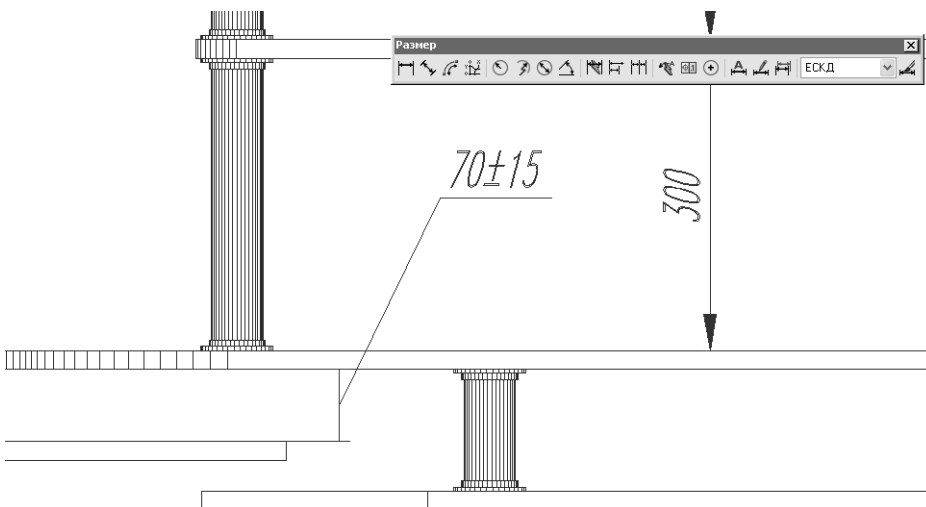

Рис. 11.35 ▼ Размер, указанный с предельными отклонениями
13. Нажмите **Enter** для завершения команды **Диалред** (DDEDIT). Теперь высота размещения клавиатуры указана с величиной предельного отклонения 15 мм (рис. 11.35).
Если вы все еще испытываете затруднения с перемещением размеров, измените масштаб изображения так, как показано на рис. 11.35 и щелкните на раз-